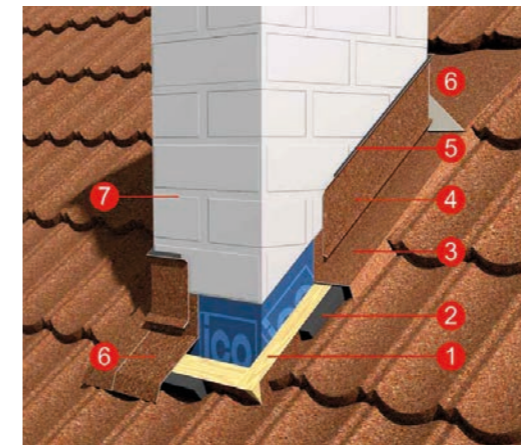

рис. 28
7.10.2. В местах примыканий к стенам и дымоходу по шаговой обрешетке устанавливают рейку 30x50 мм. Кровельные панели, подходящие к стенам и дымоходу, выкраивают и сгибают с учетом напуска на рейку. По краю отбортованных панелей устанавливают универсальный уплотнитель (рис. 28).